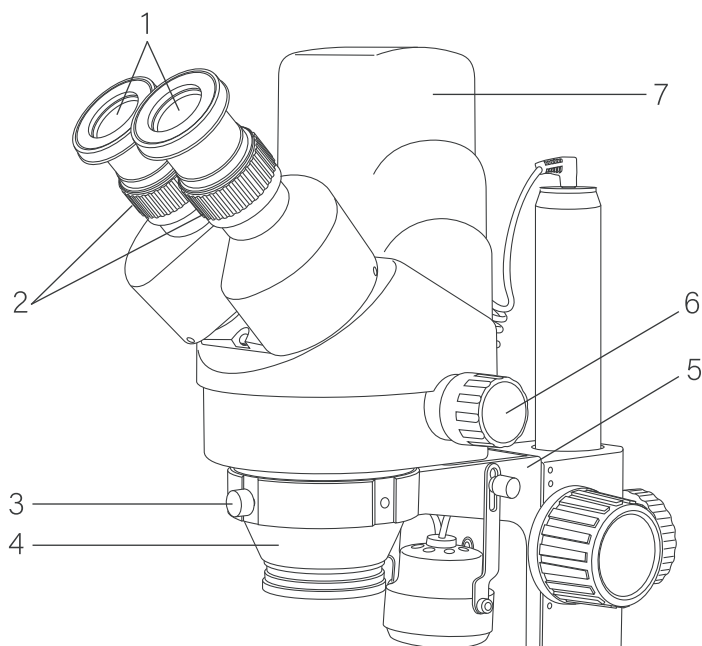

Рис. 5. Оптическая головка на кронштейне
Оптическая головка микроскопа закреплена винтом 3 (рис. 5) в кольцевом держателе кронштейна 5 (рис. 5). Оптическую головку можно вращать внутри кольца и фиксировать в любом удобном положении винтом.
В состав оптической головки входят окулярные тубусы 2 (рис. 5), блок панкратических объективов 4 (рис. 5), оптические призмы, механизм привода оптических компонентов для изменения увеличения с управлением рукояткой 6 (рис. 5). В оптическую головку встроена цифровая камера, помещенная в корпус 7 (рис. 5).
Окулярные тубусы 2 (рис. 5) предназначены для установки окуляров, диоптрийной коррекции зрения и регулировки по межзрачковому расстоянию наблюдателя. Коррекция в пределах ± 5 диоптрий производится для каждого окуляра. Межзрачковое расстояние окуляров можно установить в диапазоне от 54 до 76 мм.
Объективы микроскопа имеют переменное увеличение от 0.7х до 4.5х, что обеспечивает плавное изменение масштаба наблюдаемого изображения в 6,4 раза без потери резкости. Рабочее расстояние микроскопа составляет 100 мм и при всех увеличениях остается неизменным. Нужное увеличение устанавливается вращением рукоятки 6 (рис. 5).
- Вращением рукоятки изменения увеличения 6 (рис. 5) установите максимальное увеличение микроскопа, соответствующее положению 4,5.
- Наблюдая в окуляры установите требуемое значение увеличения рукояткой 6 (рис. 5).
- Установите максимальное увеличение, для этого установите рукоятку 6 (рис. 5) в положение 4,5.
- Установите минимальное увеличение, повернув рукоятку 6 (рис. 5) в положение 0,7 и повторите процедуру фокусировки и настройки окуляров.
Увеличение объектива стереомикроскопа соответствует цифре на рукоятке 6 (рис. 5), расположенной напротив штриха.